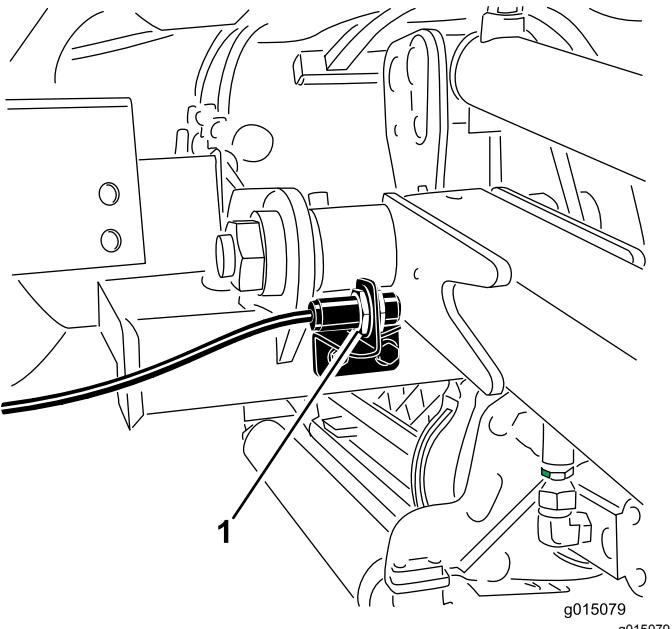

Bild 59
2. Der Hubarmschalter befindet sich hinter dem rechten vorderen Hubarm (Bild 59).
3. Lösen Sie die Befestigungsschrauben des Schalters (Bild 59) und schieben den Schalter nach oben, um die Wendehöhe des Hubarms zu erhöhen, oder schieben Sie den Schalter nach unten, um die Wendehöhe des Hubarms zu verringern.